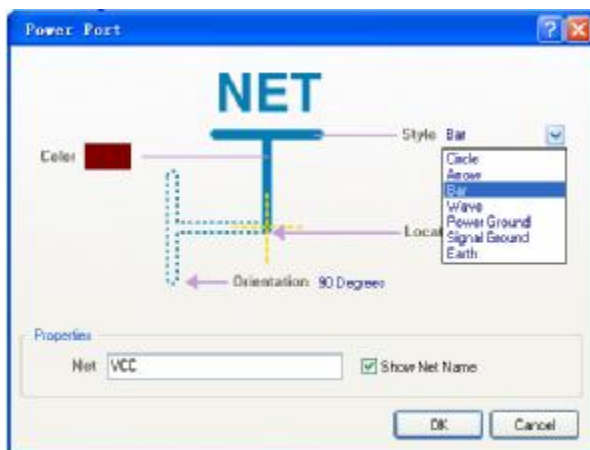

图 4-23 电源和接地符号对话框
（1）启动放置电源和接地符号后，光标变成十字形，同时一个电源和接地符号悬浮在游标上。按 Tab 键弹出 Power Port（电源和接地符号）属性对话框如图 4-23 所示。
- Style（电源类型）：单击电源类型的下拉菜单按钮，出现七种不同的电源类型如图 4-23 所示。和电源与接地工具栏中的图示存在一一对应的关系。读者不妨自己试试看一下相互的对应关系。